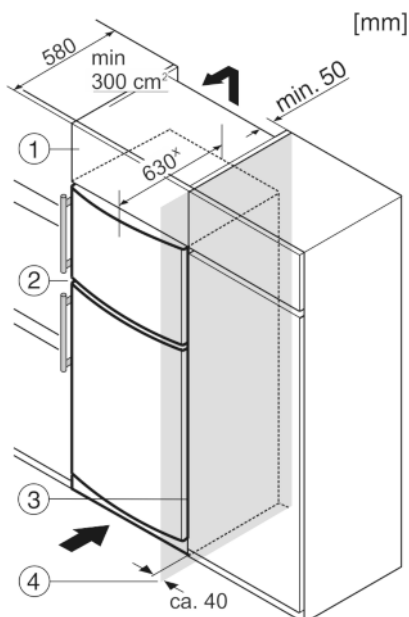

Fig. 7
Устройство может быть окружено предметами кухонной обстановки. Чтобы уравнивать устройство Fig. 7 (2) по высоте с кухонной стенкой, можно установить над устройством соответствующий дополнительный шкафчик Fig. 7 (1).
При комбинировании с кухонными шкафами (глубина макс. 580 мм) устройство можно установить непосредственно рядом с кухонным шкафом Fig. 7 (3). Устройство выступает сбоку на 34 мм\* и по центру на 50 мм\* относительно передней стенки кухонного шкафа.
Если устройство установлено на шарнирах у стены Fig. 7 (4), то расстояние между устройством и стеной должно быть не менее 40 мм. Настолько выступает ручка при открытой дверце.